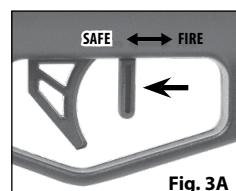

Fig. 3A
2. El seguro está en la posición **SAFE** (Seguro) y el arma de aire tiene el seguro activado ("ON SAFE") cuando la palanca del seguro está en la posición trasera "Safe" (cerca del gatillo) y ya no se puede mover más hacia atrás. (Fig. 3A).